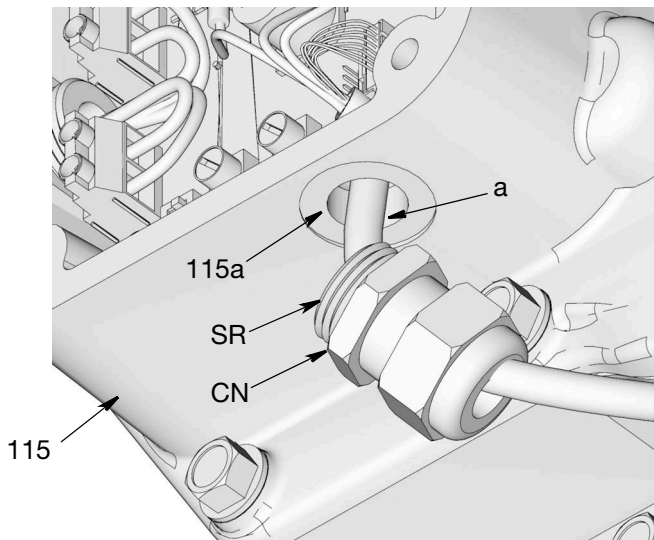

图 60
4. 将电机线束 (a) 穿过壳体 (115) 上的溢放口 (115a) (图 60)。